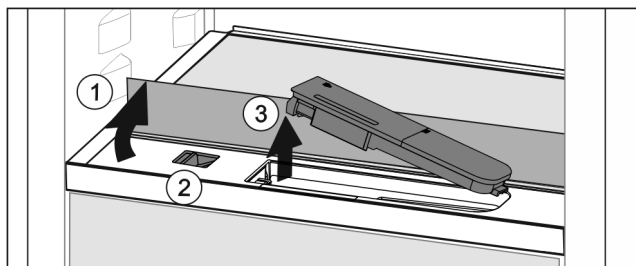

Fig. 43
- Emelje meg az üveglapot, és hajtsa hátra ütközésig Fig. 43 (1).
- Tolja balra a tolokát Fig. 43 (2).
- Vegye ki a víztartályt Fig. 43 (3).